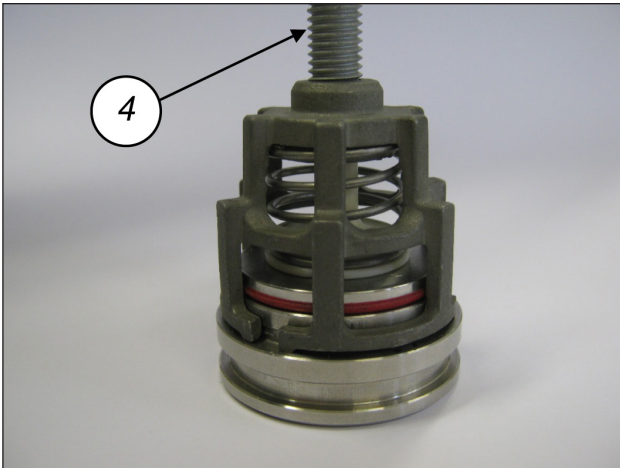

Abb. 17
- Bauen Sie die Saug- und Druckventilgruppen durch Anziehen einer Schraube M10 ausreichender Länge aus, um die Ventilscheibe betätigen und die Ventilführung aus dem Ventil Sitz herausziehen zu können (, Pos. ④, Abb. 17).